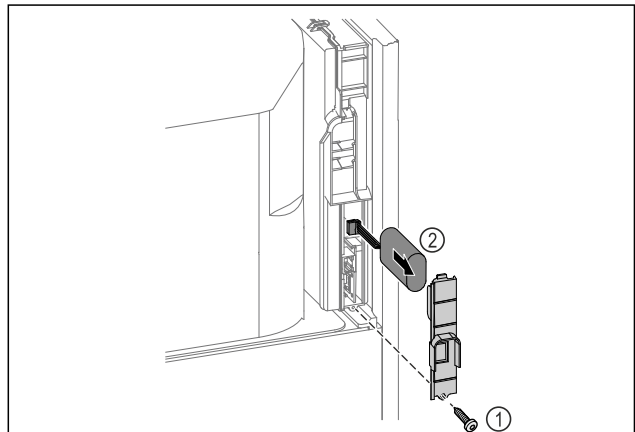

Fig. 254
- ▶ Csavarja ki a csavart, és távolítsa el a fedelet a készülék hátoldaláról Fig. 254 (1).
- ▶ Válassza le, és vegye ki az elemet Fig. 254 (2).